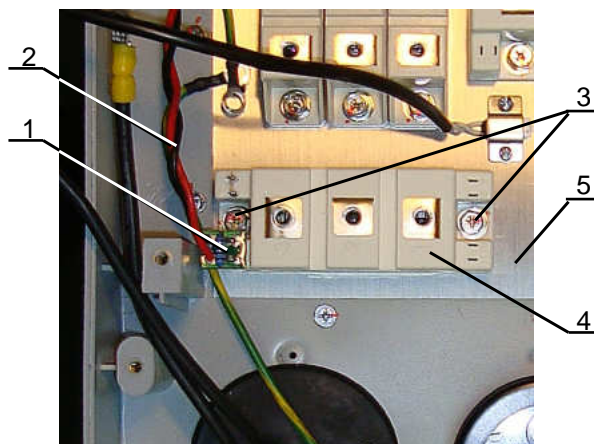

Рис. 6.19
6.12.2. Выпаять плату 1 со жгутом управления 2 модуля торможения (рис. 6.19). Положить жгут с платой в тару.